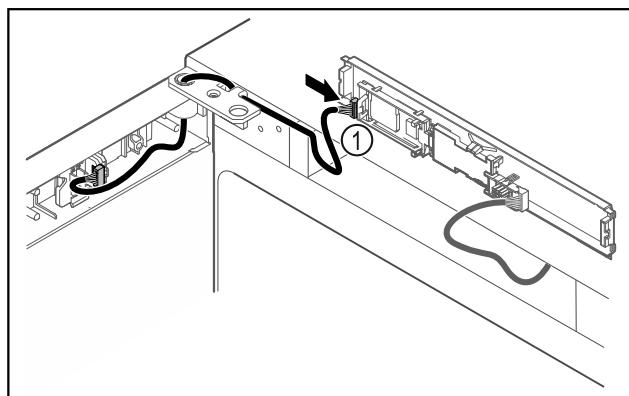

Fig. 49
- ▶ Nataknite utikač Fig. 49 (1) na tiskanu pločicu.